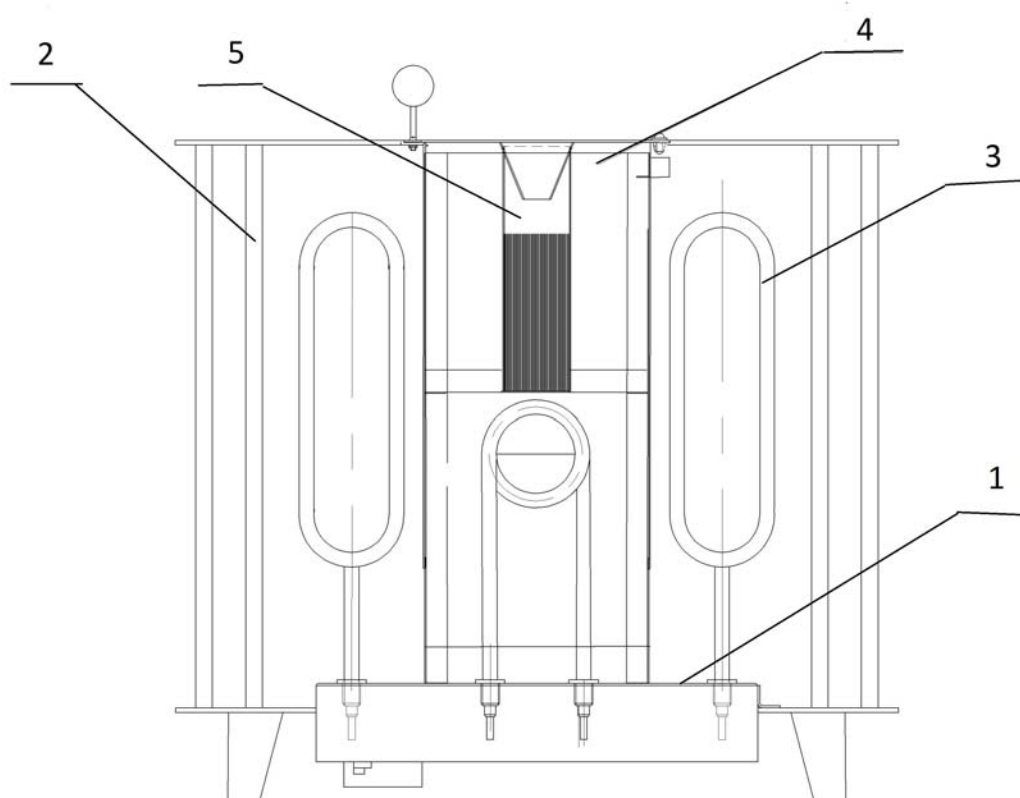

Рис.2
1.4.2 Электрический нагреватель (ЭН) состоит из блока ТЭНов (поз.1 рис.2) и наружного ограждения (поз.2 рис.2).
Блок ТЭНов представляет собой основание коробчатого сечения из нержавеющей стали, на котором расположены трубчатые электрические нагреватели (поз.3 рис.2) мощностью 1,0 или 2,0 кВт в различных комбинациях, в зависимости от мощности Устройства.
На блоке ТЭНов также расположена стальная емкость с крышкой (поз.4 рис.2), заполненная камнем для парообразования и обогреваемая отдельным ТЭНов. Индивидуальный подогрев камня, находящегося в этой емкости, обеспечивает более высокую его температуру, что благоприятно сказывается на качестве пара.
Внутри емкости имеется стакан из нержавеющей стали с вмонтированным в него теплоаккумулятором (поз.5 рис.2). При эксплуатации печи залитая в стакан вода непрерывно кипит, увлажняя воздух парного помещения. В нижней части блока ТЭНов размещен клеммник для подключения ЭН к ПУ. Блок ТЭНов устанавливается в проем нижнего листа наружного ограждения. Наружное ограждение выполнено в виде сборной конструкции из стального проката и окрашено жаростойкой эмалью. Внутрь ограждения укладывается колотый камень (габродиабаз, талькохлорит или кварцит).